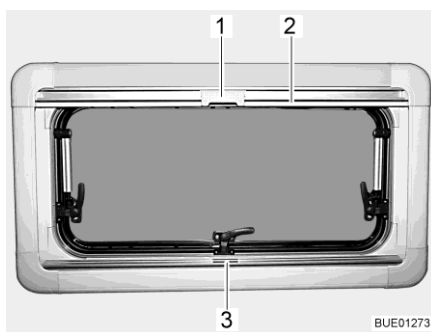
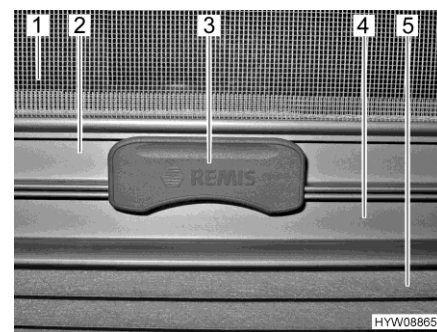

Fig. 24 Ventana abatible
Fig. 25 Cierre
El estor plegable (Fig. 25,5) se encuentra en la caja de la persiana inferior.
- Sujetar el estor plegable por el centro del agarradero (Fig. 24,3 y Fig. 25,4), tirar de abajo a arriba y soltarla a la altura deseada. El estor plegable se queda fijo a esta altura.
La mosquitera enrollable (Fig. 25,1) se encuentra en la caja de la persiana superior.
- Tirar del agarradero de la mosquitera enrollable (Fig. 24,2 y Fig. 25,2) hacia abajo hasta que choque con el agarradero del estor plegable (Fig. 25,4).
- Bloquear el cierre (Fig. 24,1 y Fig. 25,3) de la mosquitera enrollable con el agarradero del estor plegable. Si el cierre está bloqueado, el estor plegable y la mosquitera enrollable podrán ser ajustados juntos.
- Presionar la parte superior del cierre (Fig. 25,3) de la mosquitera enrollable.
- Regresar la mosquitera enrollable lentamente en el agarradero (Fig. 24,2).